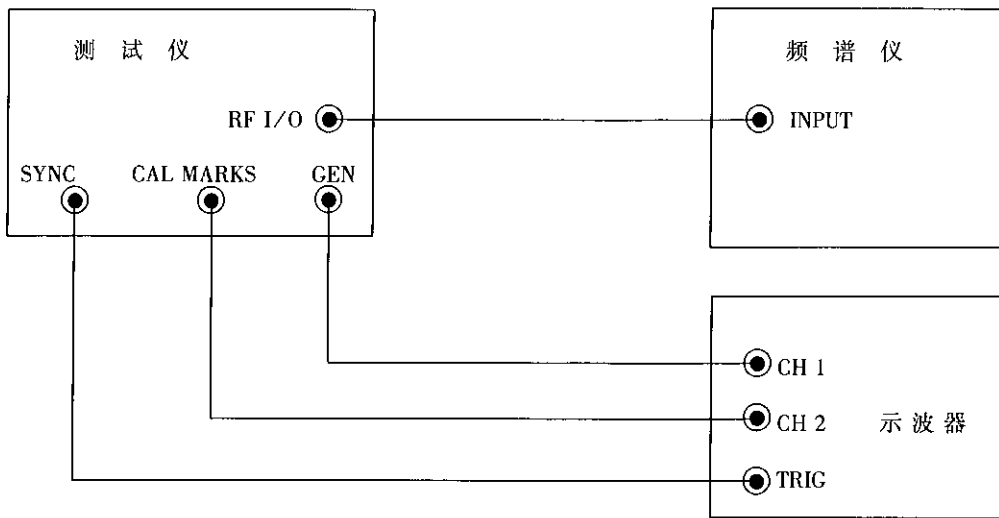

图 2
6.2.6.1 连接仪器(见图 2)。
- a) 连接仪器 (见图 2)。
a) 连接仪器(见图 2)。